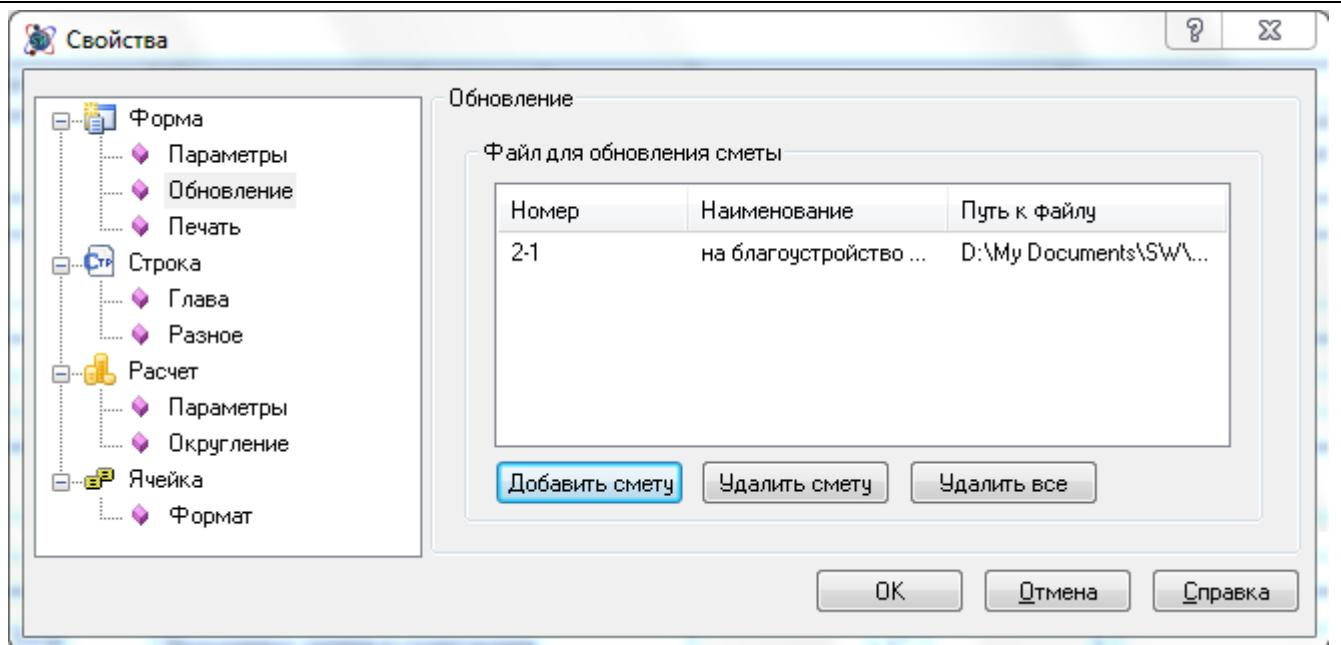

Рис. 6.2 Диалоговое окно Свойства, раздел Форма/Обновление
2. Выполнить команду **Свойства формы** на вкладке **Главная**. В диалоговом окне **Свойства** выбрать раздел Форма/Обновление (рис. 6.2).